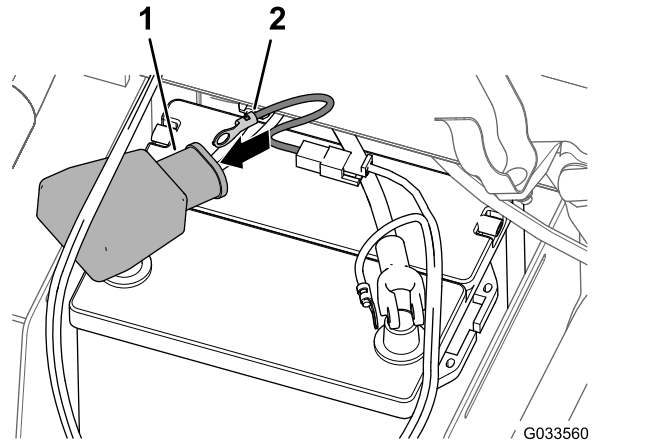

图 29
4. 通过宽电池盖对齐熔丝连接打药机线束的环形端子如 图 29 所示。